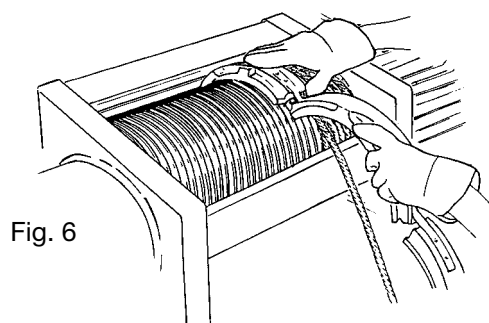

Fig. 6
**Montering af wireføringsring:** indsæt wireføringsringen (Fig. 6) ved at sætte den på plads i tromlens spor.